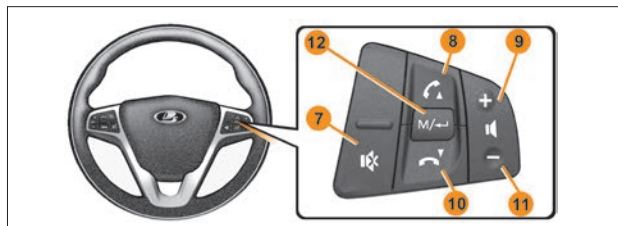

Рис. 2. Блок управления мультимедийной системой
- выключатель «**M/**» – выбор источника (радио/USB/SD), (рис. 2, п. **12**);